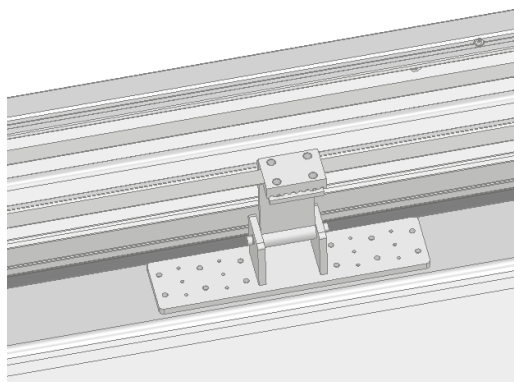

Fig. 10
- Fixer le levier de l'entraîneur au battant (Fig. 10).